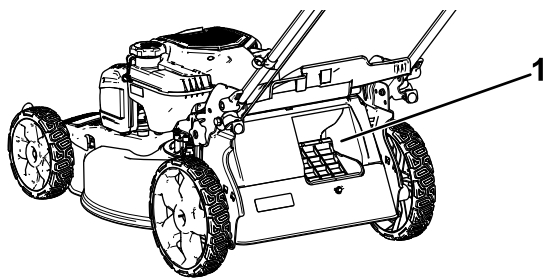

Figura 17
**Importante:** Para garantir o funcionamento correto, desligue o motor, aguarde que todas as peças móveis parem e, em seguida, retire aparas e detritos da abertura de uso do saco a pedido e em redor da abertura (**Figura 17**) antes de deslocar a alavanca de uma posição para a outra.